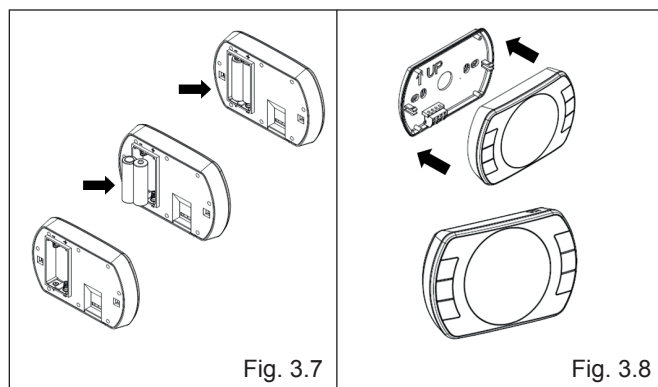

Fig. 3.7
- inserire n°2 batterie tipo AA (fig. 3.7)